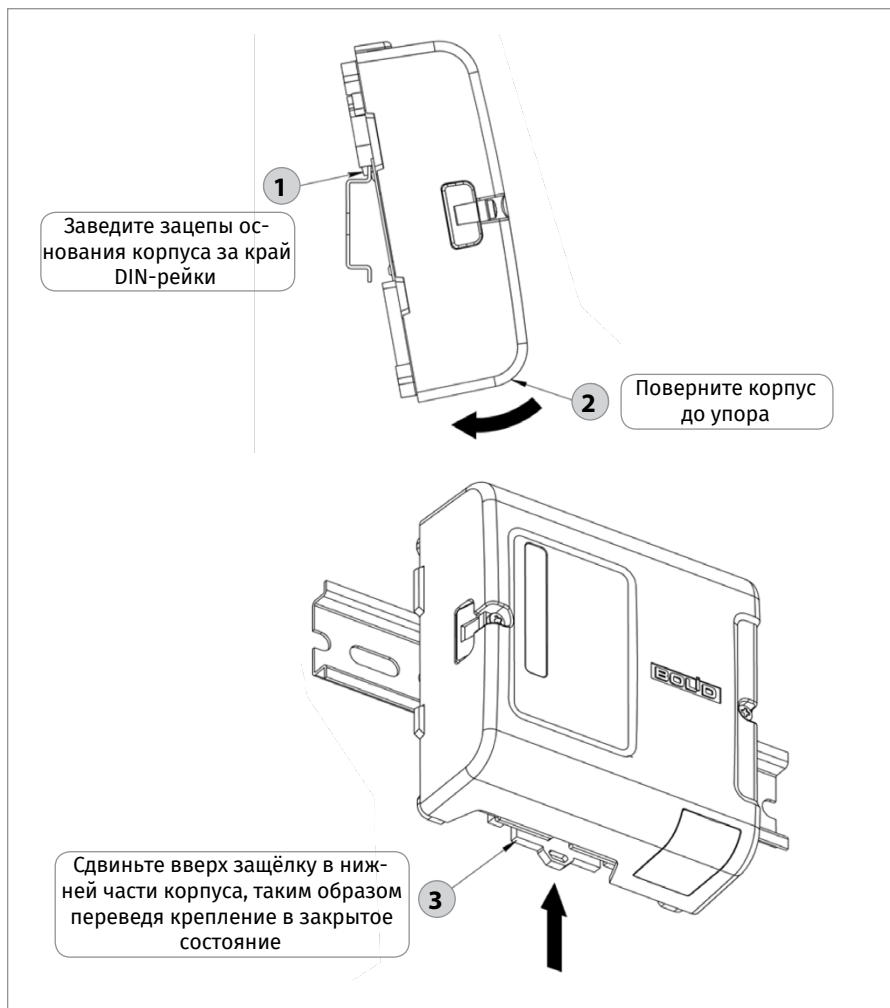

Рисунок 35. Порядок установки изделия на DIN-рейку
- 2.2. Установите изделие на DIN-рейку в порядке, указанном на Рисунок 35.